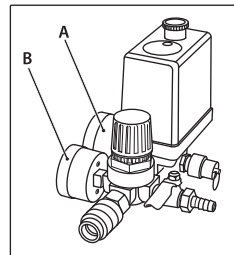
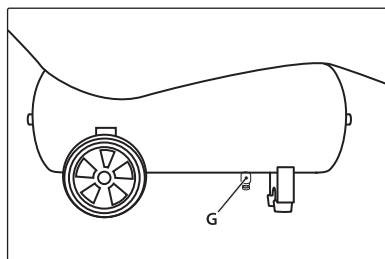

Рис. 7
Рис. 8
Компрессор оснащен манометром (А) для контроля давления в ресивере и манометром (В) для контроля давления в рабочей магистрали (рис. 7), а также клапаном для слива (удаления) конденсата (G) из ресивера (рис. 8).
При первом запуске компрессор должен проработать без нагрузки около 10 минут с полностью открытым регулятором давления выходного воздуха и клапаном слива конденсата из ресивера (рис. 8).